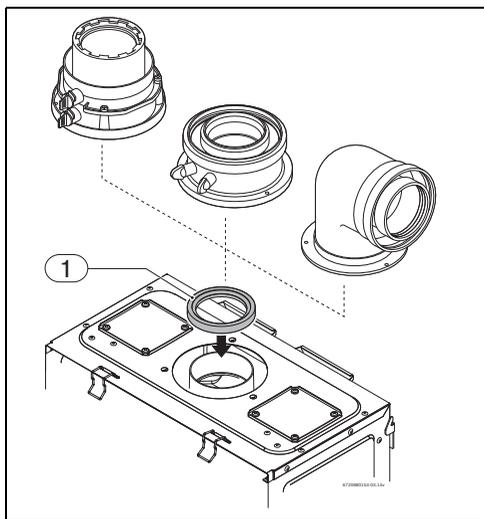

Fig. 31 Acessório concêntrico + vedante
- ▶ Colocar o vedante entre o aparelho e o acessório, ver Fig. 31, pos. 2.
- ▶ Apertar os 3 parafusos do acessório de exaustão, ver Fig. 31, pos. 2.